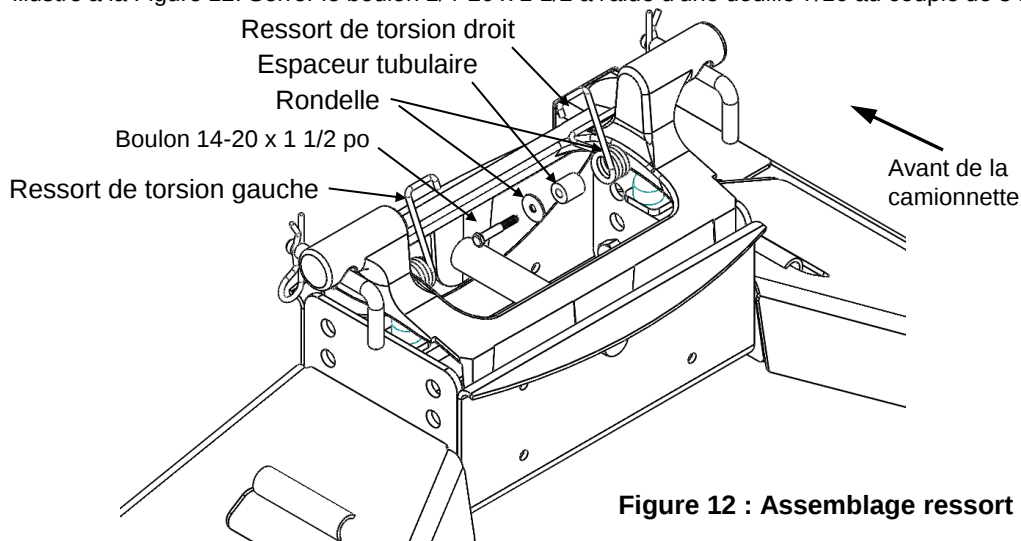

Figure 12 : Assemblage ressort de torsion
8. S'ils ne sont pas déjà posés, les ressorts de torsion gauche et droit devront être ajoutés à la section centrale. La spirale doit faire face à l'arrière de la camionnette et le grand crochet doit reposer par-dessus la pièce coulée comme illustré à la Figure 12. Serrer le boulon 1/4-20 x 1 1/2 à l'aide d'une douille 7/16 au couple de 8 lb-pi.